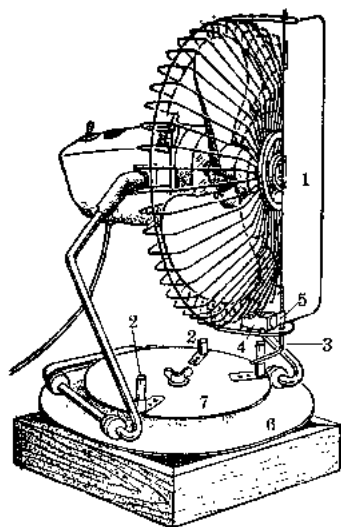
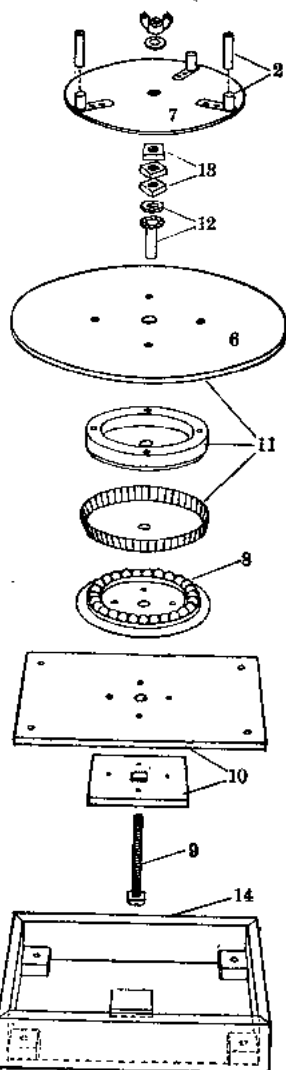
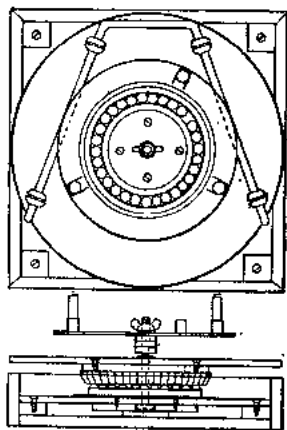

图 2
图 3
图 4
1. 3. 4. 6 各点见图 2 2. 拨向杆
38瓦杆式座电扇的摇转装置可参考图 2、图 3 及图 4，图中扇座 6、圆木及开花口圆铁皮 11、滚珠 8 是转动部分，其余都是用螺钉或卡制螺帽等固定不动的。特别是图中的定片 7 部分不能让其随着转动，以便使受拨弯头与拨向杆碰触，使风扇转向另一方向摇动。